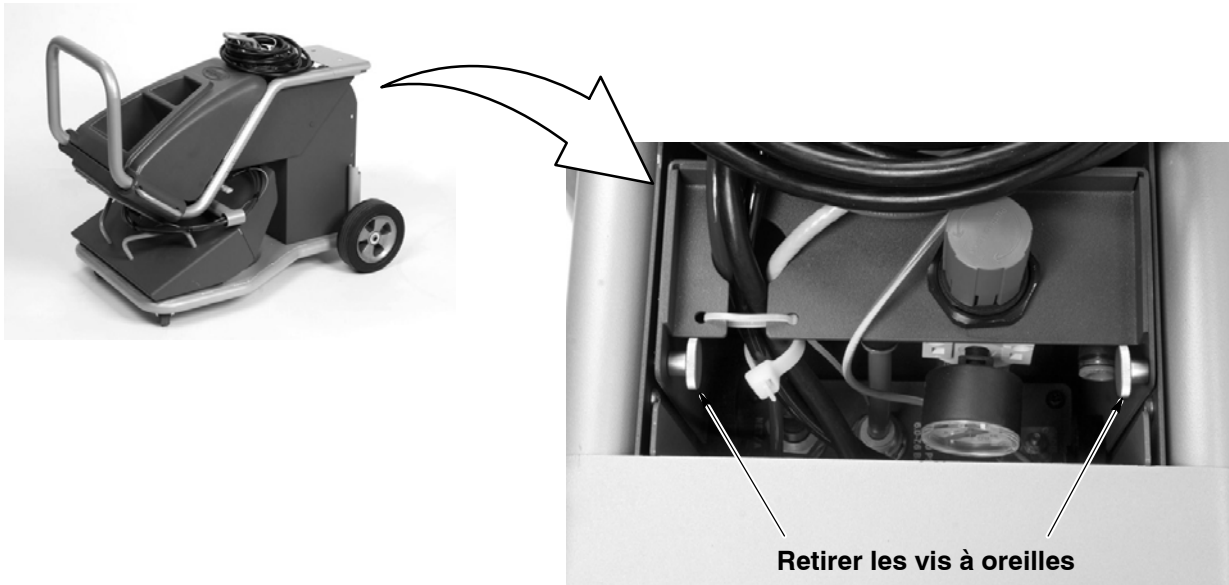

Fig. 2-4 Préparation au dépliage de la poignée du chariot (système VBF illustré)
1. Voir la figure 2-4. Le bloc d'alimentation se trouve à l'arrière du chariot. Retirer les deux vis à oreilles sur les côtés du coffret pour libérer la poignée de la base. Garder les vis pour fixer la poignée à l'étape 3.